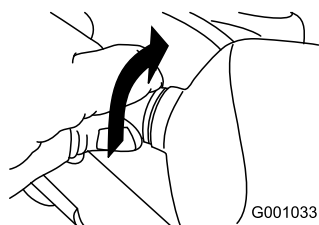

Figure 56
2. Tournez la base de l'ampoule dans le sens anti-horaire jusqu'à la butée (Figure 56).